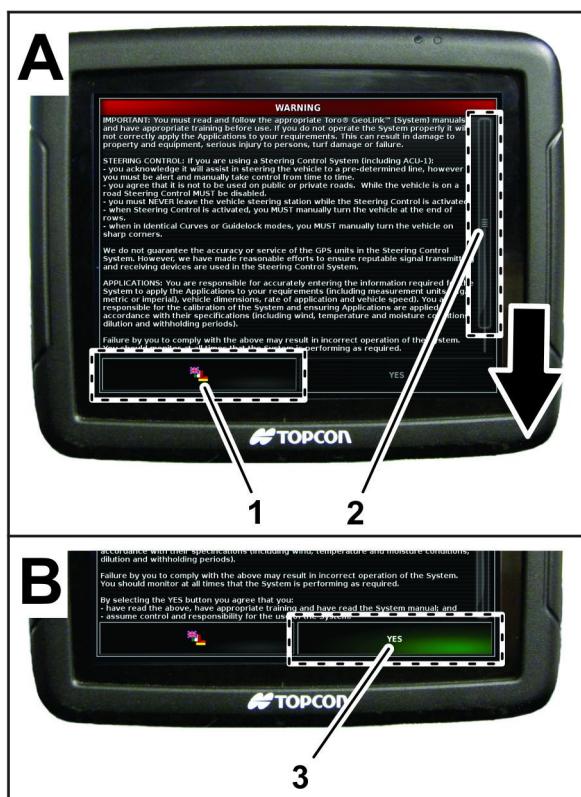

Figura 15
1. Se necessário, pressione o ícone Idiomas para alterar o visor X25 para um idioma diferente (Figura 15).
3. Leia o EULA (Figura 15).
Utilize a barra de deslocção para navegar para a parte inferior do ecrã. O ícone SIM muda para verde (Figura 15).
4. Carregue no ícone SIM para aceder ao ecrã inicial (Figura 15).